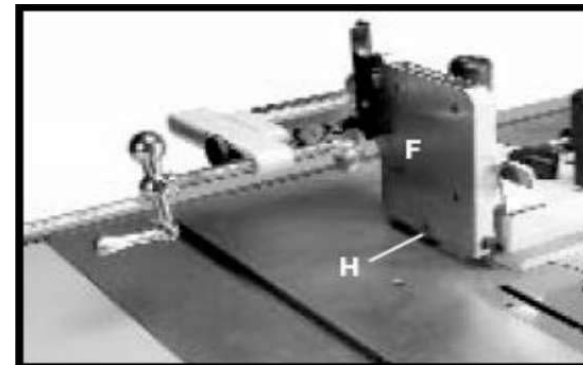

Рисунок 14
3. С вертикальным упором (F), Рис. 14, расположенным под прямым углом к столу, затяните до упора установочный болт (H). Этот болт (H) позволит быстро придать упору (F) строго вертикальное положение при его смещении.